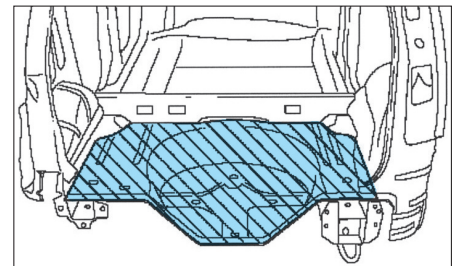

FIG. 74
- Découper et déposer le plancher par perçage en tenant compte de la longueur de la pièce neuve (Fig.74).